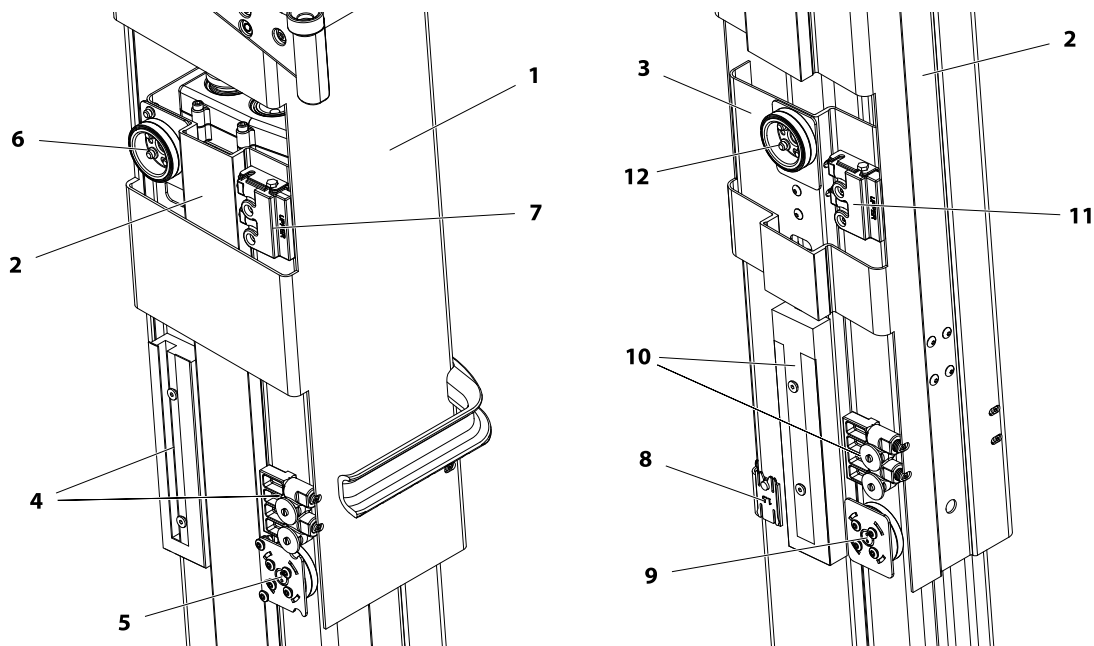

Figura 6-2. FT70 e FT140 — Posicionamento de pastilha de deslizamento
9. Nesse ponto, a seção externa do mastro pode ser deslizada para baixo, expondo a seção média do mastro com a caixa de engrenagens fixada, ou pode ser completamente removida do conjunto do mastro, deslizando-a para baixo nas seções média e interna do mastro. Ao fazer isso, as pastilhas das seções média e externa também podem cair fora durante a remoção. Observe a posição e a orientação de cada pastilha deslizando para fora. *Figura 6-2. na página 6-10* também mostra a configuração da pastilha deslizando da seção do mastro para remontagem.
Use a *Figura 6-2. na página 6-10* para posicionamento da pastilha deslizante ao montar novamente as seções do mastro. Aperte os parafusos de ajuste da pastilha deslizante o suficiente para remover qualquer movimento da seção do mastro de lado a lado e para frente e para trás. Não aperte demais os parafusos de ajuste da pastilha deslizante, isso entortará o mastro, reduzindo assim o número de ciclos para cima/para baixo quando utilizar o pacote opcional de energia ou a furadeira portátil.